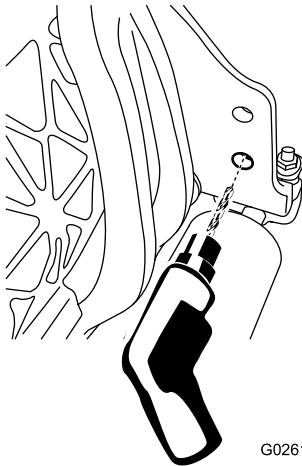

Figura 4
1. Agrande el taladro inferior del lado derecho de la unidad de corte usando una broca de 9 mm (Figura 4).